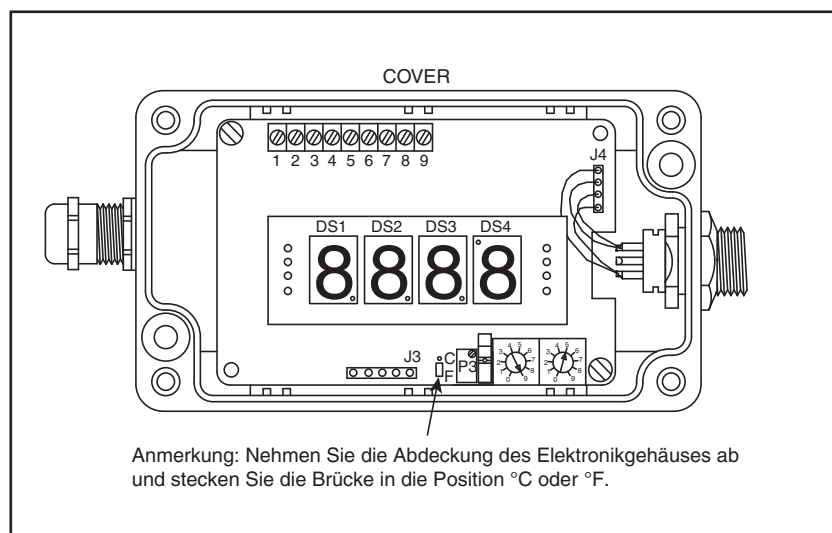

Abbildung 3-4. Einstellung der Temperatureinheit
- Das Temperatur-Display ist auf °C oder °F eingestellt (Abb. 3-4).